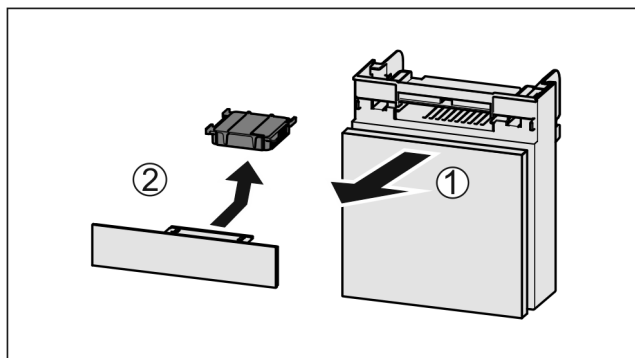

Fig. 245
- Pretinac izvucite Fig. 245 (1) prema naprijed.
- Izvadite filter s aktivnim ugljenom Fig. 245 (2).